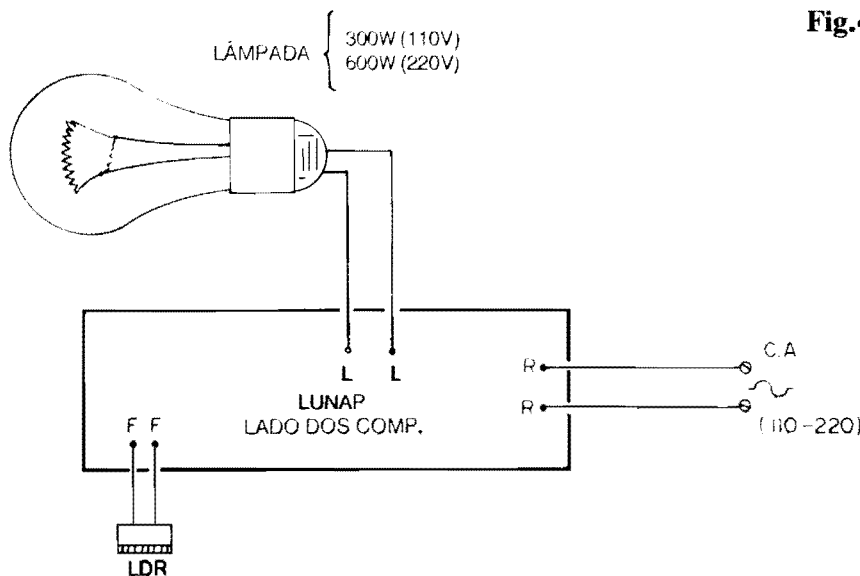

Fig.4
- FIG. 4 - CONEXÕES EXTERNAS À PLACA - Ainda vista pela face não cobreada (só que com as peças principais agora "invisibilizadas", para não atrapalhar a interpretação...), a placa traz, agora, as conexões externas... Os terminais do LDR (indiferentemente, já que o componente não é polarizado...) devem ser ligados aos pontos F-F... Aos pontos R-R são feitas as conexões dos fios de alimentação geral, que vão à rede C.A. local... Finalmente, os pontos L-L são usados para a cabagem que leva à(s) lâmpada(s) a ser(em) controlada(s)... As ligações são poucas e simples, e basta um mínimo de atenção para que tudo saia direitinho...
- FIG. 5 - SUGESTÃO PARA "ENCAIXAMENTO" DA LUNAP... - Muitas são as possibilidades de acabamento externo, e de acomodação do circuito num eventual **contator**, de modo a dar uma "cara" realmente profissional à montagem... A figura mostra um dos possíveis **lay outs** gerais, a partir de uma caixa plástica padronizada, nas convenientes dimensões, com o LDR posicionado, externamente, no topo da dita cuja, nas convenientes dimensões, com o LDR posicionado, externamente, no topo da dita cuja, protegido pela campânula translúcida (ver **OPCIONAIS/DIVERSOS**, na LISTA DE PEÇAS...), e com a barra de 4 conectores parafusáveis (destinados às ligações à rede e a lâmpada...) numa das laterais (identificar direitinho cada um desses conectores, para que não surjam confusões **perigosas**, no momento da instalação final...). Se adotado o "jeito" sugerido na figura, para o acabamento da LUNAP, bastará posicionar a caixa junto a uma janela do local, de preferência do tipo **vitraux** (sem vedações opacas à luz proveniente do céu, lá fora...), e puxar as devidas fiações conforme indica a FIG. 4 (e, adiante, a FIG. 6...). Em alguns casos e instalações específicas, talvez seja mais prático ou conveniente colocar o sensor (LDR) afastado da caixa contendo o circuito principal... Isso pode ser feito, sem problemas, simplesmente "puxando-se" um par de cabinhos isolados, dos pontos F-F da placa até os terminais do dito LDR... Quanto a este, recomendamos sempre a cobertura por um difusor de material translúcido (branco, leitoso, semi-trans-